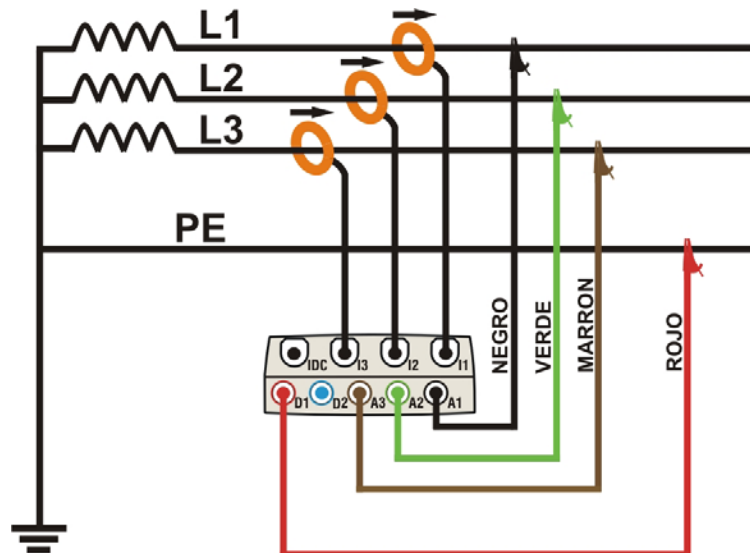

Fig. 225: Conexionado del instrumento en un sistema Trifásico 3-hilos ARON
2. Conecte los cables de medida de tensión sobre los conductores de Fase L1, L2, L3 respetando los colores como muestra la Fig. 225. **Verifique en el visualizador la indicación “123” relativa al correcto sentido cíclico de las fases** (ver el § 5.2.3) y efectuar las oportunas correcciones hasta cumplir tal situación.
3. Conecte las pinzas de corriente sobre el conductor de Fase L1, L2, L3 como muestra en la Fig. 225 **respetando el sentido de la flecha** presente sobre la misma pinza que indica la dirección convencional de la corriente desde el generador a la carga. **Verifique siempre (seleccionando preliminarmente el sistema 3-hilos), en la pantalla de la sección Visualización Medida, que las Potencias Activas P1, P2, P3 sean siempre positivas y que el factor de potencia Pf1, Pf2, Pf3 sea correspondiente a la carga, normalmente inductivo**, antes de activar un registro. En caso de valores negativos de las potencias activas gire la pinza 180° sobre el conductor interesado.